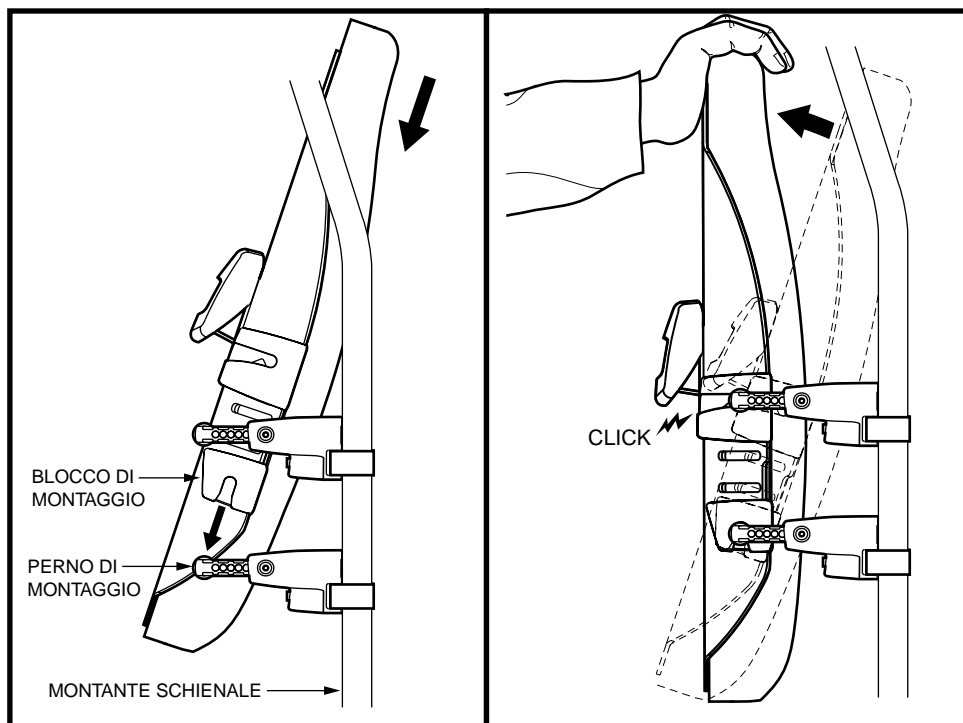

Figura 6. Installazione del Synergy Shape Back
- Quando i supporti di montaggio sono posizionati, stare dietro la carrozzina e allineare il blocco di montaggio inferiore sullo schienale con il perno di montaggio sul supporto di montaggio inferiore. Verificare di angolare lo schienale in avanti. Vedi figura 6. Ruotare lo schienale all'indietro fino al clic.
7. Quando i supporti di montaggio sono posizionati, stare dietro la carrozzina e allineare il blocco di montaggio inferiore sullo schienale con il perno di montaggio sul supporto di montaggio inferiore. Verificare di angolare lo schienale in avanti. Vedi figura 6. Ruotare lo schienale all'indietro fino al clic.